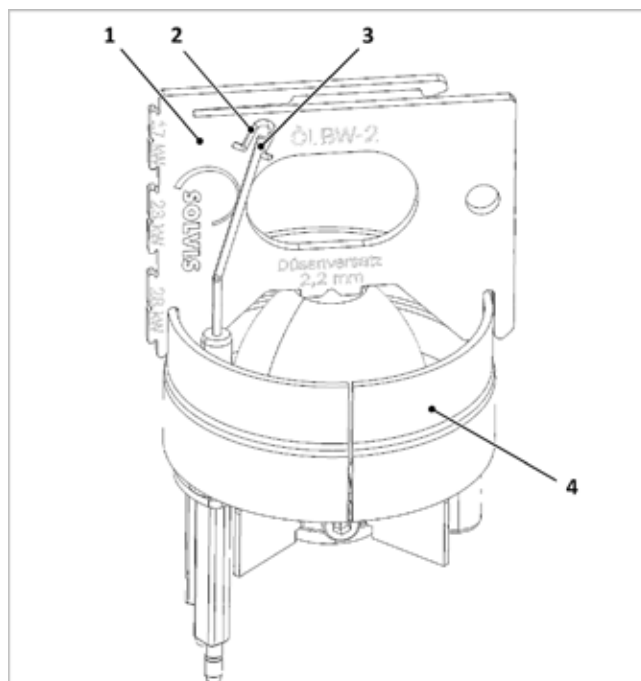

Fig. 144: Controllo degli elettrodi di accensione
- Posizione degli elettrodi (3) come nella → fig. 144 controllare ed eventualmente correggere piegando con cautela.
- Controllo della lunghezza minima. L'estremità inferiore della finestra di controllo (2) del calibro di regolazione fornisce la lunghezza minima degli elettrodi di accensione. Se la lunghezza degli elettrodi è solo leggermente questi dovranno essere sostituiti.